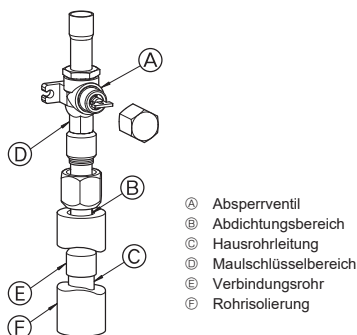

Fig. 4-3
- ③ Gehen Sie wie folgt vor, um die Rohrleitungen der Gasseite anzuschließen. (Fig. 4-3)